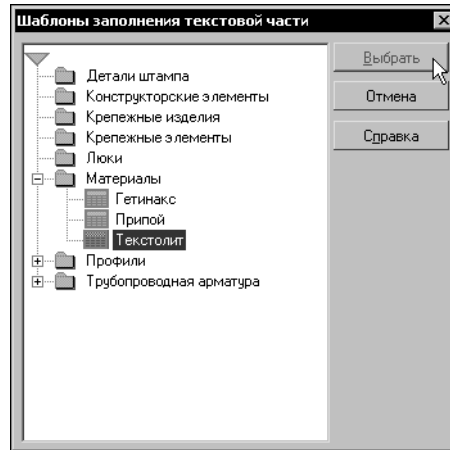

Рис. 21.8. Новый шаблон заполнения текстовой части объекта спецификации
4. Убедитесь, что в списке шаблонов заполнения текстовой части появился шаблон, созданный вами при выполнении упражнения 49 (рис. 21.8).